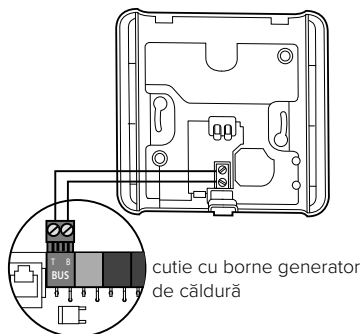

Fig. 13
- Conectați cablurile Senzorului de mediu la borna BUS de pe cutia cu borne specială a generatorului de căldură (Fig.13).